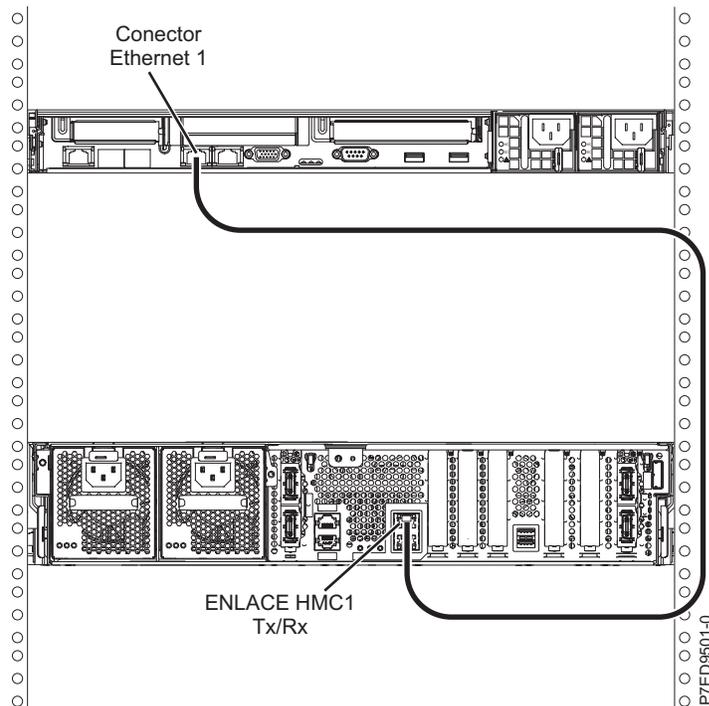

Figura 19. Instalación de la HMC en el sistema gestionado
1. Si desea conectar directamente la HMC al sistema gestionado, conecte el **Conector Ethernet 1** de la HMC al puerto **HMC1** del sistema gestionado, tal como se muestra en la Figura 19.